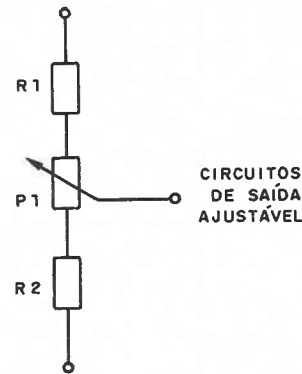

Figura 4
b) Para fazer um regulador ajustável, use o divisor mostrado na figura 4.